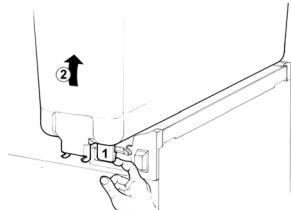

Bild 1
- 2 Leeren Behälter lösen durch Anheben an der Rückseite (gegenüber der Ausgabe) und nach oben abhoben (Bild 1).